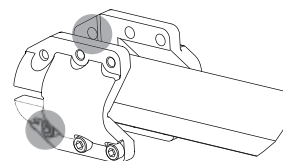

Рис. 39. Затяните два наружных винта
5. Затяните два наружных винта. Момент затяжки составляет $10 \text{ Н}\cdot\text{м} \pm 10 \%$. См. рис. 39.
14. Затяните два наружных винта; см. рис. 39. Момент затяжки составляет 10 Н·м \pm 10 %.